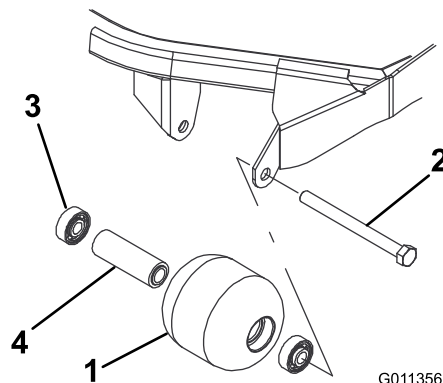

Bild 121
1. Entfernen Sie die Rollenbefestigungsschraube (Bild 121).
4. Prüfen Sie das Rollengehäuse, die Lager und das Distanzstück auf Beschädigungen (Bild 121). Tauschen Sie alle beschädigten Teile aus und bauen Sie alles wieder zusammen.
1. Drücken Sie das erste Lager in das Rollengehäuse (Bild 121). Drücken Sie dabei nur auf den äußeren Ring oder gleichmäßig auf die inneren und äußeren Ringe.
2. Setzen Sie ein Distanzstück ein (Bild 121).
3. Drücken Sie das zweite Lager in das Rollengehäuse (Bild 121). Drücken Sie gleichmäßig auf den inneren und äußeren Ring, bis der innere Ring das Distanzstück berührt.